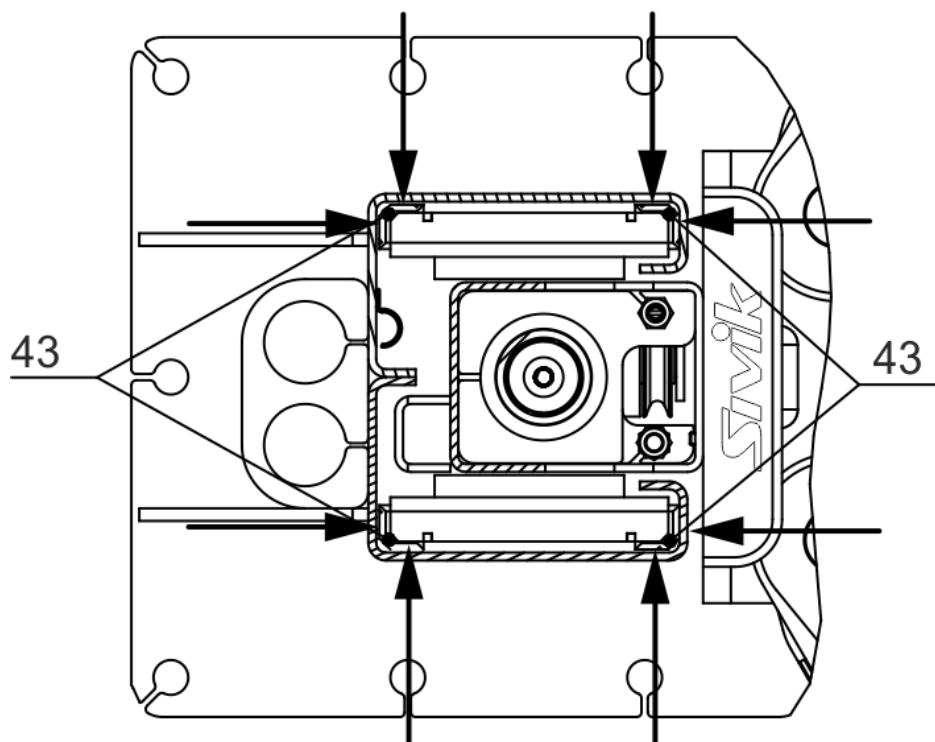

Рисунок 6.8 – Места смазки беговых дорожек (угловая зона 30x30 мм внутри стоек по всей длине)
6.12.2 Установить на перекладину 3 ограничительную дугу 47 (рисунок 6.8) с закрепленными на ней пластинчатыми пружинами 60 и 61.
6.14 Перед началом эксплуатации необходимо тщательно покрыть смазкой Литол-24 беговые дорожки внутри стоек на всем ходе кареток (рисунок 6.8), а также трос системы синхронизации кареток.